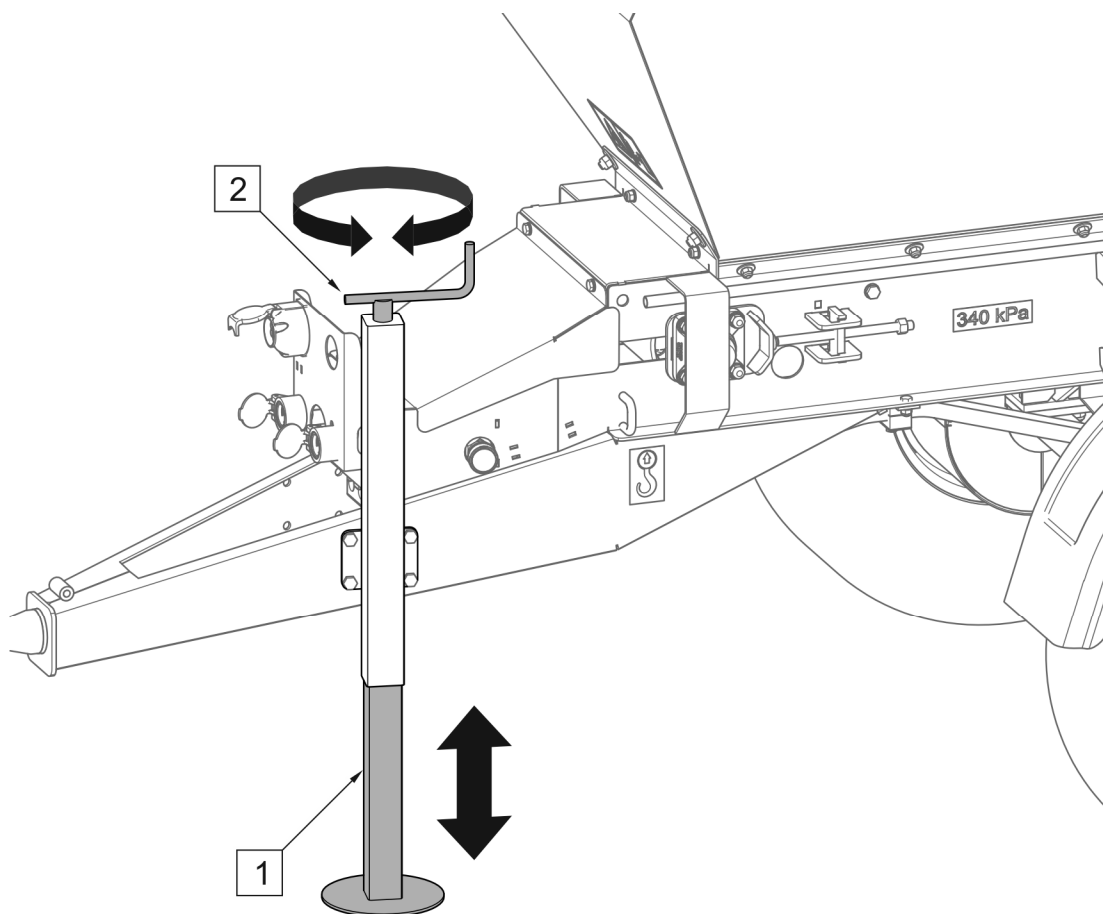

РИСУНОК 4.1 Паркувальні опори
- Поверніть опорну ручку (1), щоб встановити вушко дишла на правильну висоту (РИСУНОК 4.1).
- Підніміть паркувальну опору на максимальну висоту (РИСУНОК 4.1)